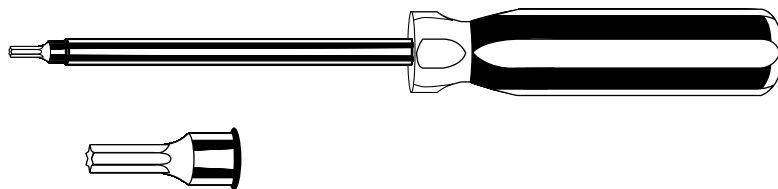

Рис. 24.4. Звездообразная отвертка типа Torx
*Звездообразная отвертка типа Torx* (рис. 24.4) необходима для винтов со специальными головками, которые применяются в большинстве компьютеров компании Compaq и некоторых других производителей.